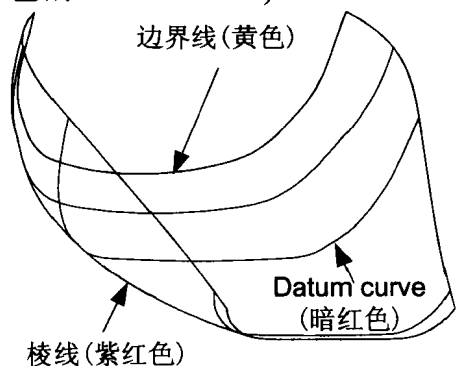

图 1.1
1. 黄色: 代表曲面的边界线(Boundary edge), 也称为 One.sided edge, 其意义是该黄色边的一侧为此特征的曲面, 另一侧不属于此特征的面(见图 1.1)。
2. 紫红色: 代表曲面的棱线(Silhouette edge), 也称为 Two.sided edge, 其意义为此紫红色边的两侧均为此特征的曲面(见图 1.1)。
曲面特征的建立常需依赖 2D 或 3D 曲线(Datum curve)作为曲面的边界曲线(Boundary curves), 而曲线的颜色为暗红色, 如图 1.1 所示(打开零件 crv_color_ex1.prt, 即可在屏幕上看到黄色的 Boundary edge、紫红色的 Silhouette edge 及暗红色的 Datum curve)。